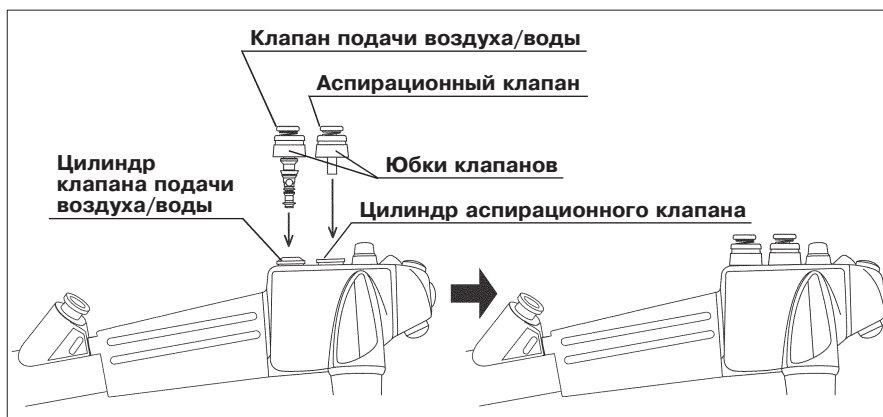

Рис.3.11
1. Вставьте клапан подачи воздуха/воды в отверстие цилиндра клапана на эндоскопе (см. рис. 3.11).